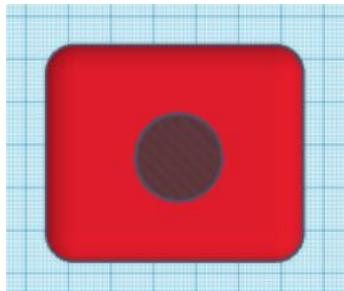

Figura 10. Posicionamento do cilindro de orifício na visão *superior*.
7. Clique no cilindro e, utilizando as teclas de direção do teclado do seu computador, ajuste o cilindro para ficar no centro do paralelepípedo. É para ficar como na Figura 10.